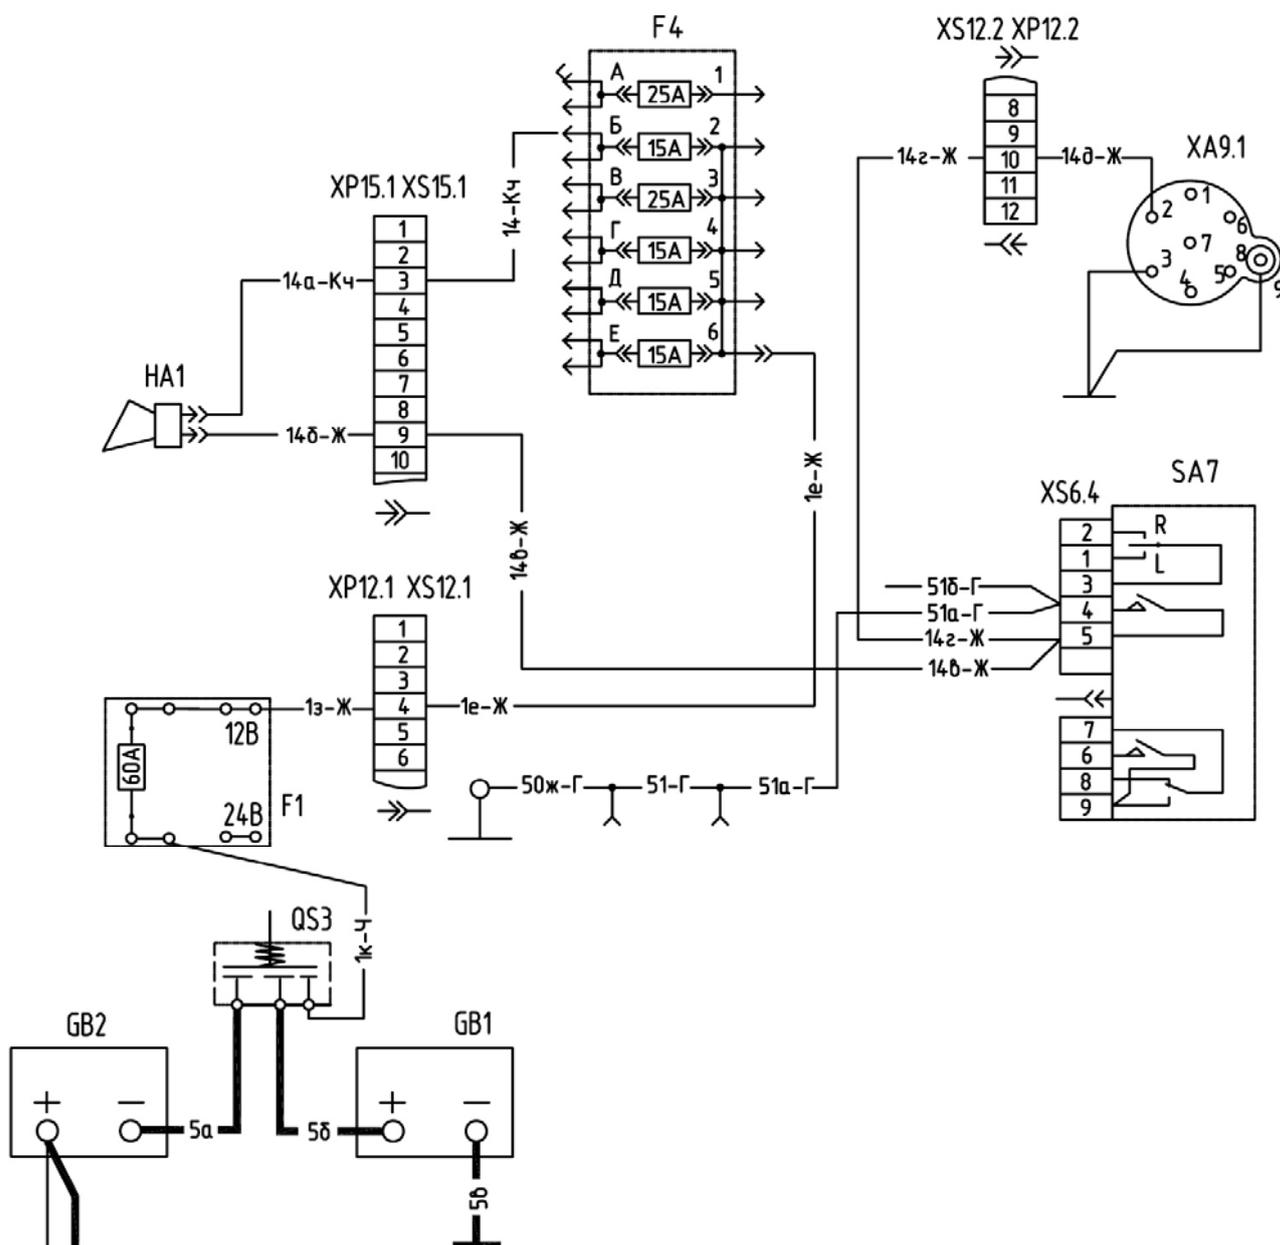

Рис. 12-8 Схема включения звуковых сигналов
**12.8 Возможные неисправности в системе звуковой сигнализации, их устранение (рис. 12-8)**